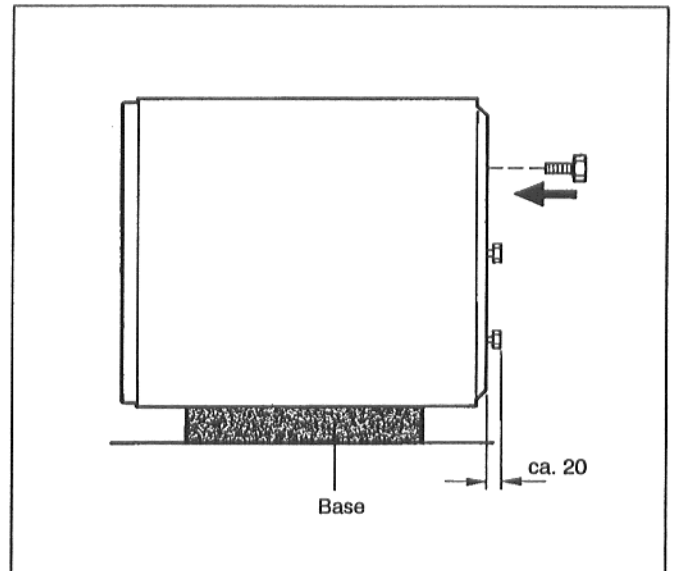

Fig. 4 Illustrazione schematica
- Appoggiare l'accumulatore sul bordo della paletta con il lato sulla base (Fig. 4).
- Avvitare i 3 piedini regolabili nel serbatoio dell'accumulatore fino ad una profondità di circa 20 mm (Fig. 4).